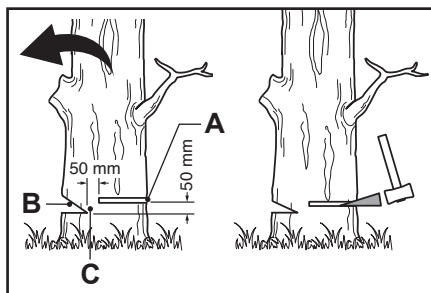

Rys. 26
3. Przed rozpoczęciem cięcia należy zaplanować i oczyścić drogę ewakuacyjną. Droga ewakuacyjna powinna bieć ukośnie do tyłu względem przewidywanej linii upadku drzewa (rys. 26).